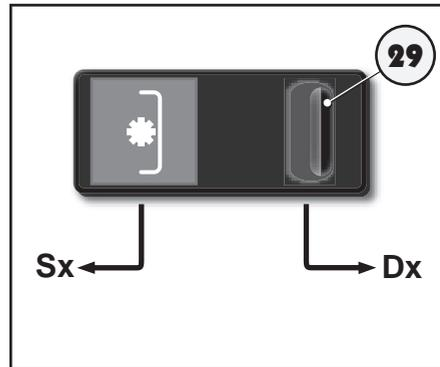

Abb. 5.33
- Die Sicherheitsstange (29) zur Seite schieben und den Schalter (28) zum Ankuppeln der Zapfwelle nach links drücken. Die im Schalter integrierte Leuchte schaltet sich ein;
- Sx (links)** - Einkuppeln der Zapfwelle (Abb. 5.33);
**Dx (rechts)** - Auskuppeln der Zapfwelle (Abb. 5.33).